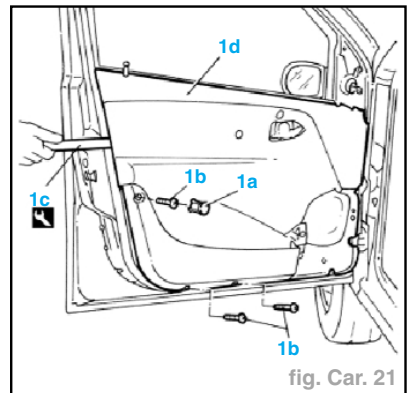

fig. Car. 21
- Retirer le bouchon (1a) (fig. Car. 21).